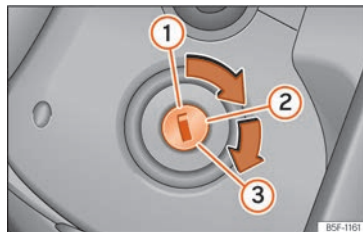

Fig. 80 Cerradura de encendido
- Gire la llave a la posición » fig. 80 ②.
- Siga girando la llave a la posición » fig. 80 ③ sin pisar el acelerador.
- Una vez se ponga el motor en marcha, suelte la llave. Al soltarla, la llave vuelve a la posición ②.
- *Vehículos con cerradura de encendido:* Gire la llave hasta la posición >>> **fig. 80 ①**.
- *Vehículos con pulsador de arranque:* Presione brevemente el pulsador de arranque >>> **fig. 80**.